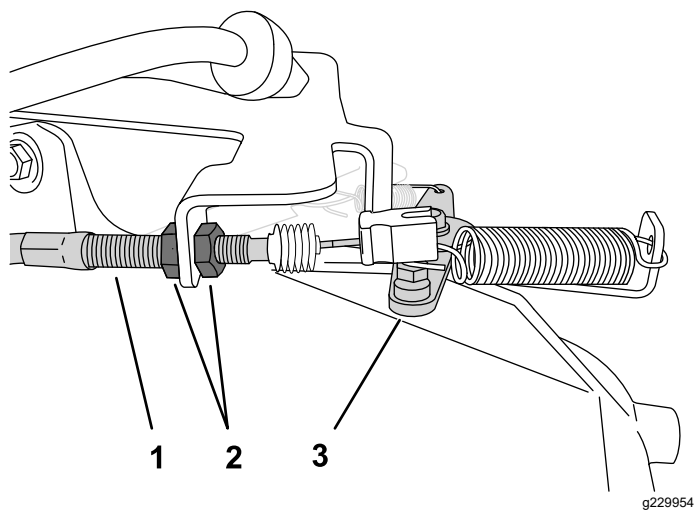

Figure 46
2. Sur la gaine du câble d'accélérateur, desserrez l'écrou de blocage avant et serrez l'écrou de blocage arrière pour augmenter le ralenti (Figure 46).